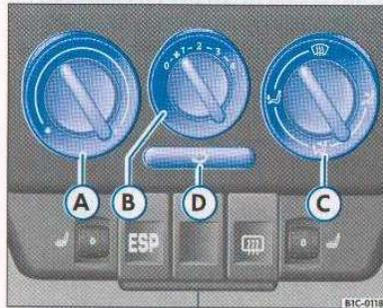

Fig. 59 Consola central: mandos de la calefacción y la ventilación
- Gire el mando ⇒ fig. 59 A hacia la derecha hasta el tope.
- Gire el mando ⇒ fig. 59 A hasta el grado de calefacción deseado.
- Gire el mando ⇒ página 70, fig. 59 A hacia la izquierda hasta el tope.
- Para que los cristales no se empañen deberá seleccionar siempre el nivel inferior del mando ⇒ página 70, fig. 59 B cuando vaya conduciendo a poca velocidad y girar el mando C hasta la posición 2.